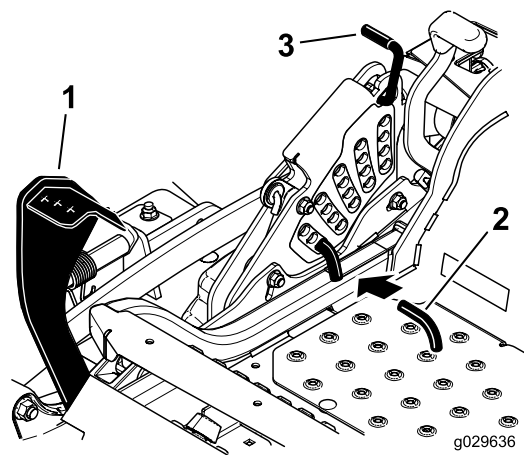

Figura 97
5. Pressione por completo o pedal de elevação da plataforma e a plataforma vai trancar na posição de transporte de 14 cm (Figura 97).